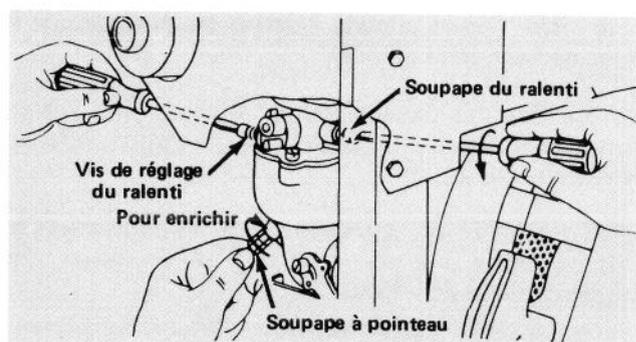

Figure 40
1. Soupape à pointeau (Fig. 40) — Fermez la soupape à pointeau en la tournant délicatement vers la droite (en vissant).
2. Tournez de 1-1/2 tour vers la gauche la soupape à pointeau pour l'ouvrir (Fig. 40).
3. Soupape du ralenti (Fig. 40) — Fermez la soupape du ralenti en la tournant délicatement à droite (en vissant).
4. Ouvrez la soupape du ralenti en la tournant de 1/4 à 3/4 de tour vers la gauche ou en la dévissant (Fig. 40).
6. Tournez la soupape à pointeau (Fig. 40) vers la droite — en vissant — jusqu'à ce que le moteur ait des ratés à cause de la pauvreté du mélange d'essence. Puis tournez la soupape à pointeau vers la gauche — en dévissant — de sorte que le moteur tourne de façon irrégulière à cause du mélange d'essence trop riche. Tournez ensuite la soupape à pointeau à droite, à mi-chemin entre le mélange trop riche et le mélange trop pauvre, jusqu'à ce que le moteur tourne en douceur.
7. Ramenez la commande des gaz à la vitesse de ralenti. Tournez alors la vis de réglage du ralenti (Fig. 40) jusqu'à ce que le moteur tourne au ralenti accéléré — 1750 tours-minute.
8. Tournez à droite la soupape du ralenti (Fig. 40) — en vissant — jusqu'à ce que le moteur commence à avoir des ratés à cause d'un mélange trop pauvre. Ensuite, tournez la soupape du ralenti à gauche — en dévissant — jusqu'à ce que le moteur tourne de façon irrégulière à cause d'un mélange trop riche. Ensuite, tournez la soupape du ralenti à droite, à mi-chemin entre le mélange trop riche et le mélange trop pauvre.
9. De nouveau, tournez la vis de réglage de la vitesse du ralenti (Fig. 40) jusqu'à ce que le moteur tourne au ralenti à raison de 1750 tours-minute.